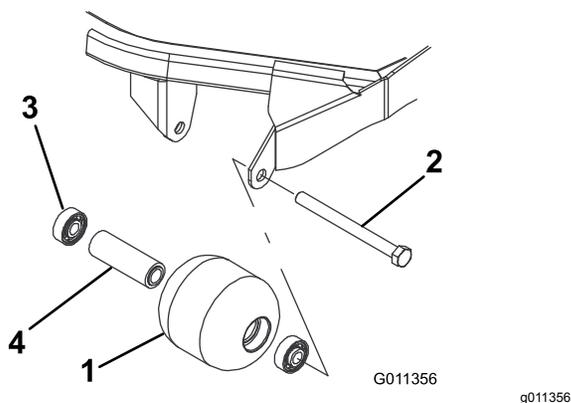

Рисунок 121
1. Снимите болт крепления валика (Рисунок 121).
4. Осмотрите корпус, подшипники и распорную втулку подшипника валика на наличие повреждений (Рисунок 121). Замените все поврежденные компоненты и соберите их.
1. Запрессуйте передний подшипник в корпус валика (Рисунок 121). Прикладывайте усилие только к наружному кольцу или одинаковое усилие к внутреннему и наружному кольцам.
2. Вставьте втулку подшипника (Рисунок 121).
3. Запрессуйте второй подшипник в корпус валика (Рисунок 121). Запрессуйте, нажимая с одинаковым усилием на внутреннее и наружное кольца до тех пор, пока внутреннее кольцо не войдет в контакт с проставкой.